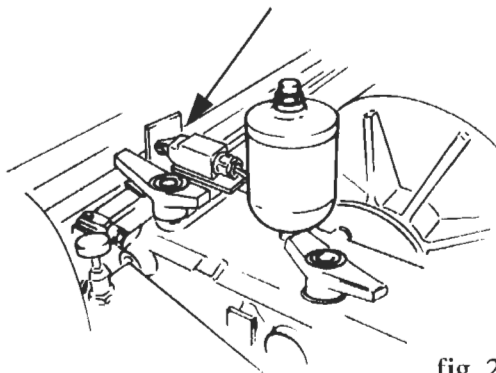

fig. 2
- 2) se la valvola non si apre, regolare la corsa della leva di comando tramite apposita vite (fig.2).
- 2) if the valve does not open, adjust the stroke of the control valve lever using the adjusting screw (fig.2).